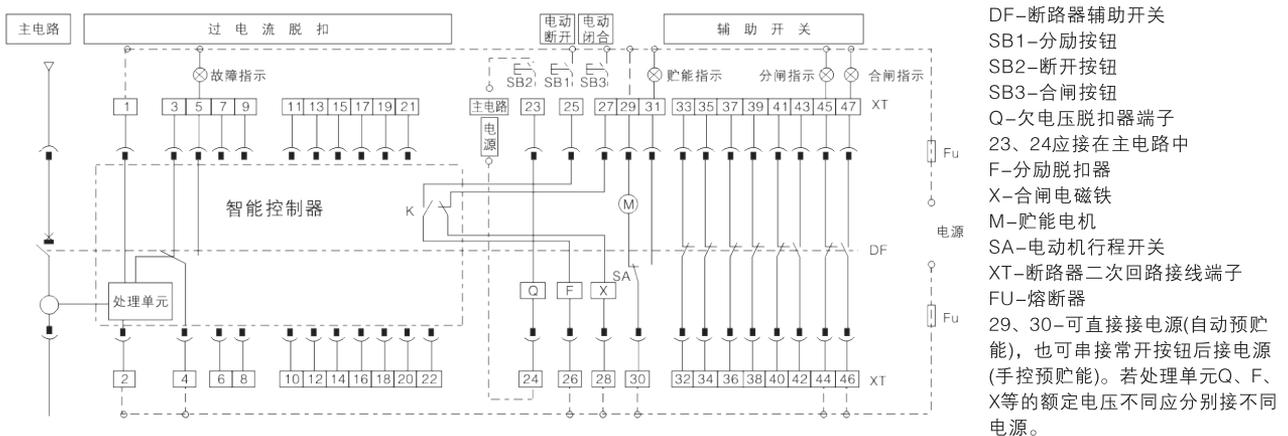

图13b 配L或M型智能控制器的断路器二次回路接线图(辅助开关为二常开六常闭触头)
• CFW8-2000、3200 辅助开关由二常开六常闭触头组成的二次回路接线图，见图13b